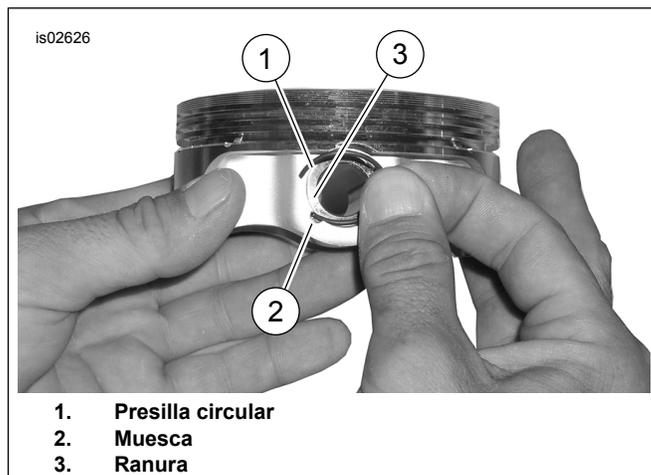

Figura 3. Presilla circular y pistón
1. Vea Figura 3. Inserte el extremo abierto de la presilla circular (1) dentro de la muesca (2) en la ranura (3) alrededor del saliente del pasador del pistón para que el espacio libre esté a la posición de las 12:00 o 6:00 del reloj cuando se instale.